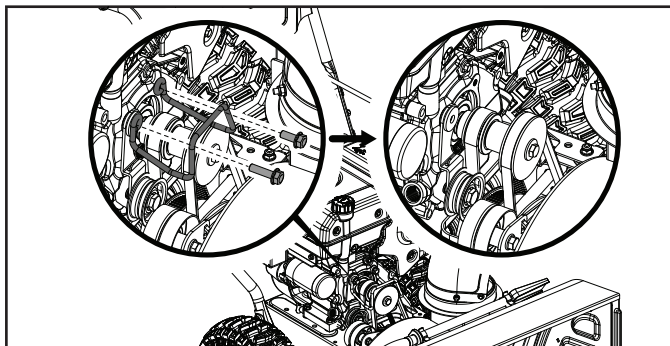

Figure 24D
3. Retirez les 2 boulons (20 mm / 30 mm) retenant le protège-courroie (figure 24D). Notez que le ressort est lâche à ce point.